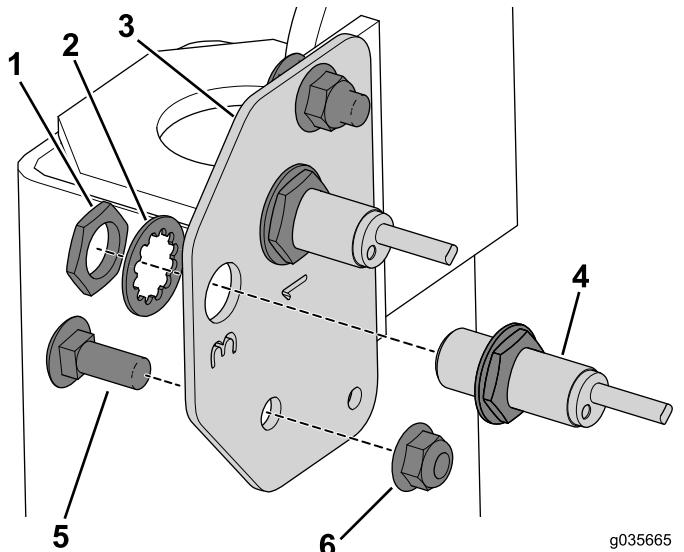

Figura 17
1. Utilize os dois parafusos de carroçaria (3/8 x 1 pol.) e as porcas flangeadas para prender a placa do sensor direito à máquina (Figura 17).
2. Utilize as porcas de retenção e anilhas para prender os sensores de proximidade que removeu previamente na placa do sensor direito (Figura 17).